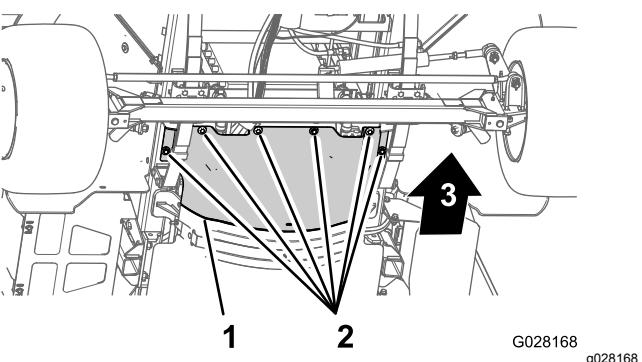

Figura 57
- Rimuovete i 6 bulloni a testa esagonale e le 6 rondelle che fissano lo schermo termico anteriore avanti allo chassis e rimuovete lo schermo (Figura 57).